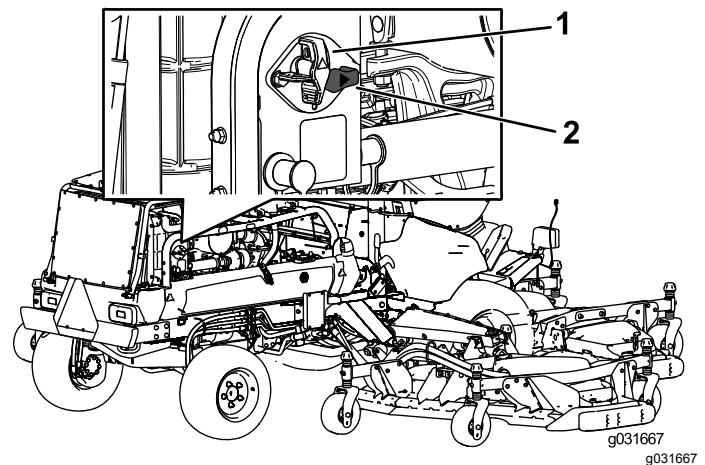

Figure 63
- Pour mettre la machine sous tension, tournez le coupe-batterie dans le sens horaire à la position SOUS TENSION (Figure 63).
- Pour mettre la machine hors tension, tournez le coupe-batterie dans le sens antihoraire à la position HORS TENSION (Figure 63).